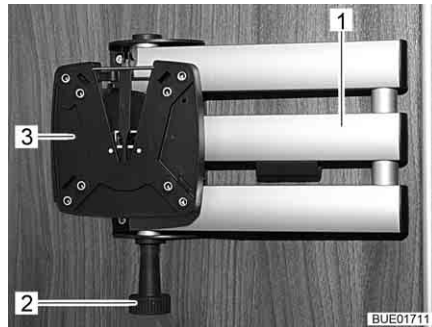

Bild 90 Fäste med ledad arm
- Dra i låsknappen (Bild 90,2). Den ledade armen (Bild 90,1) är upplåst.
- Vrid tillbaka den platta bildskärmen till utgångsläget, tills fästet (Bild 90,3) hakar hörbart fast i låset.